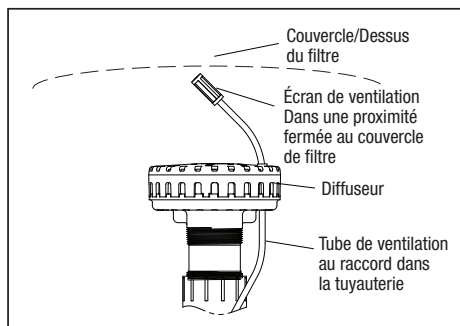

Figure 11. Positionnement de la ventilation automatique
9. S'assurer que le conduit de ventilation automatique est en place (fileté dans le diffuseur) et que l'écran de ventilation est installé sur le dessus du conduit de ventilation. Voir la Figure 11.
2. Avant d'installer le couvercle, s'assurer que la grille de ventilation en haut du conduit de ventilation est correctement positionnée au-dessus du diffuseur afin qu'elle soit tout près de la face inférieure du couvercle lorsque celui-ci est installé. Voir la Figure 11.